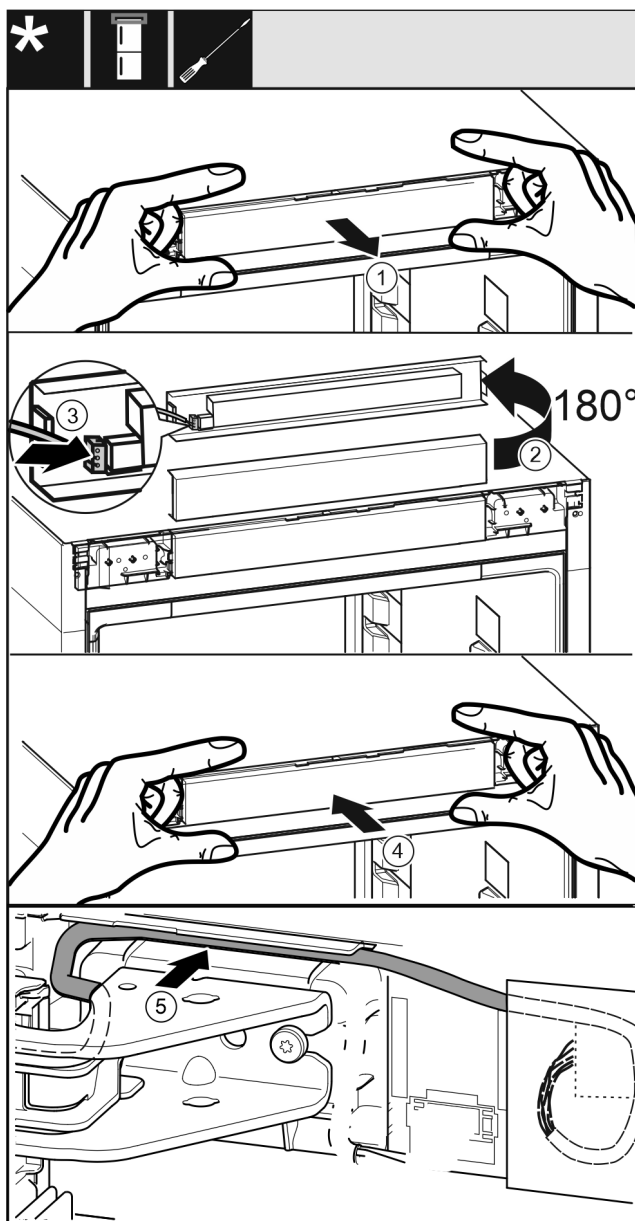

Fig. 62
- ▶ Bedieningspaneel Fig. 62 (1) voorzichtig wegtrekken.
- ▶ Bedieningspaneel Fig. 62 (2) 180° naar boven draaien.
- ▶ Stekker Fig. 62 (3) op het bedieningspaneel vastklikken.
- ▶ Bedieningspaneel Fig. 62 (4) weer op het apparaat vastklikken.
- ▶ Kabel Fig. 62 (5) voorzichtig in de geleiding boven het bovenste lagerbok leggen.